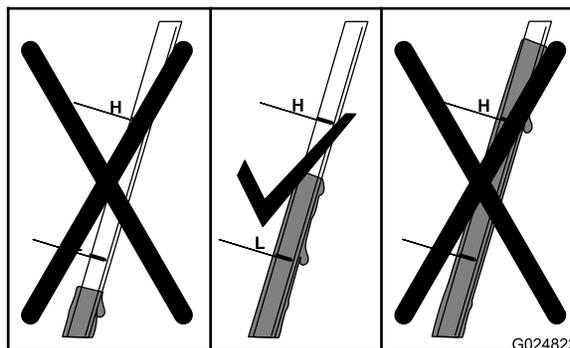

Figure 24
6. Vérifiez le niveau d'huile indiqué par la jauge (Figure 24).